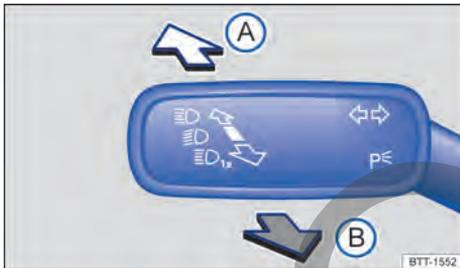

Fig. 86 En el lado izquierdo de la columna de dirección: palanca de los intermitentes y de la luz de carretera.
- Mueva la palanca de los intermitentes y de la luz de carretera desde la posición central a la posición deseada → fig. 86: